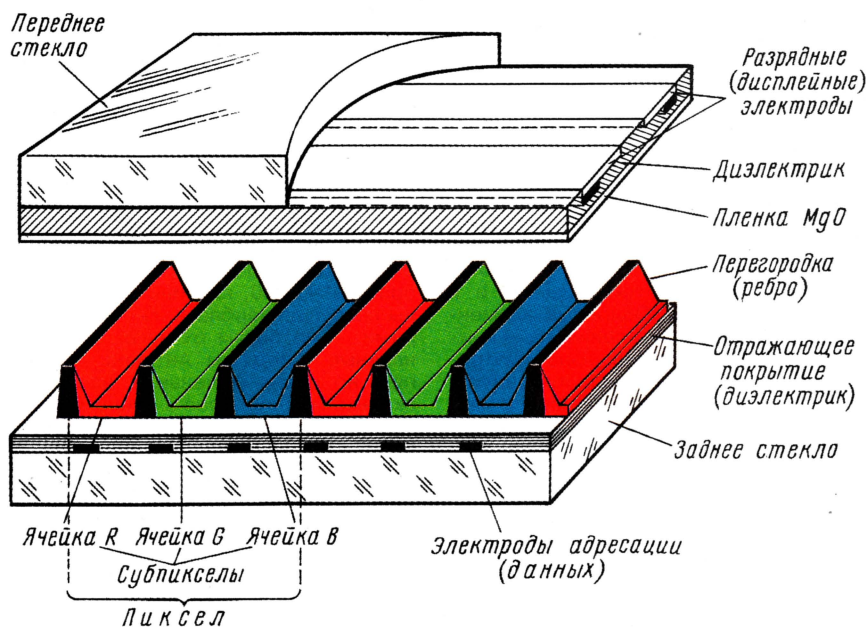

Рис. 1
В основу работы плазменной панели положен принцип, схожий с принципом работы флуоресцентной лампы, которую в обиходе называют "лампой дневного света" [3]. Панель представляет собой герметизированный пакет, эскизно показанный в разрезе (рис. 1). Он состоит из двух близкорасположенных стеклянных листов (переднего и заднего), между которыми находится большое число объемных полостей — микроскопических ячеек, заполненных инертным газом (смесью ксенона и аргона или ксенона и неона). На внутренние поверхности ячеек нанесены специальные пигментирующие вещества — люминофоры трех основных цветов: красного (R), зеленого (G) и синего (B) [4].